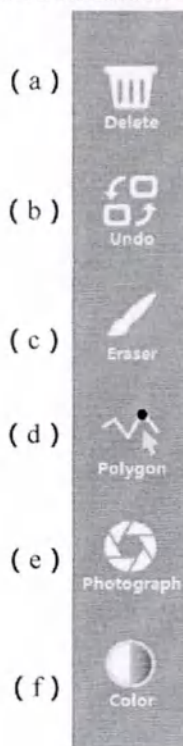

Рис. 1.22 Панель инструментов
(4) Область вспомогательных инструментов показана на Рис. 1.22.